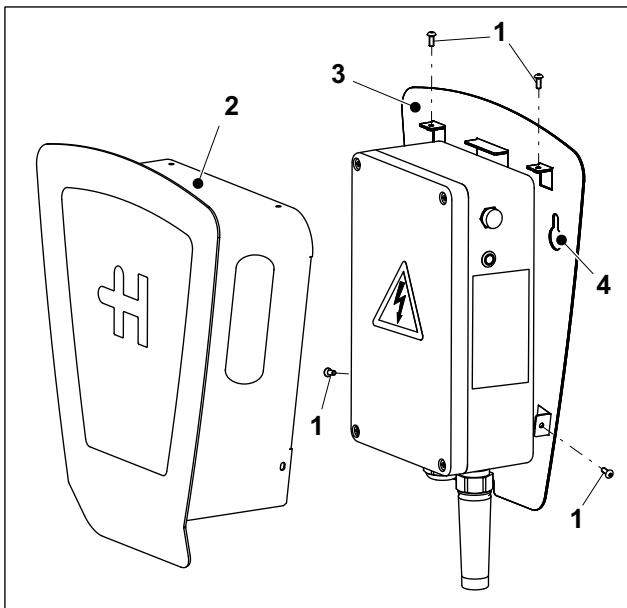

Fig. 7 Heidelberg Wallbox Home Eco con calotta
10. Applicare la calotta e serrare a fondo le quattro viti M4x10 (fig. 7/1) (1,8 Nm). Le quattro viti sono accessori inclusi.